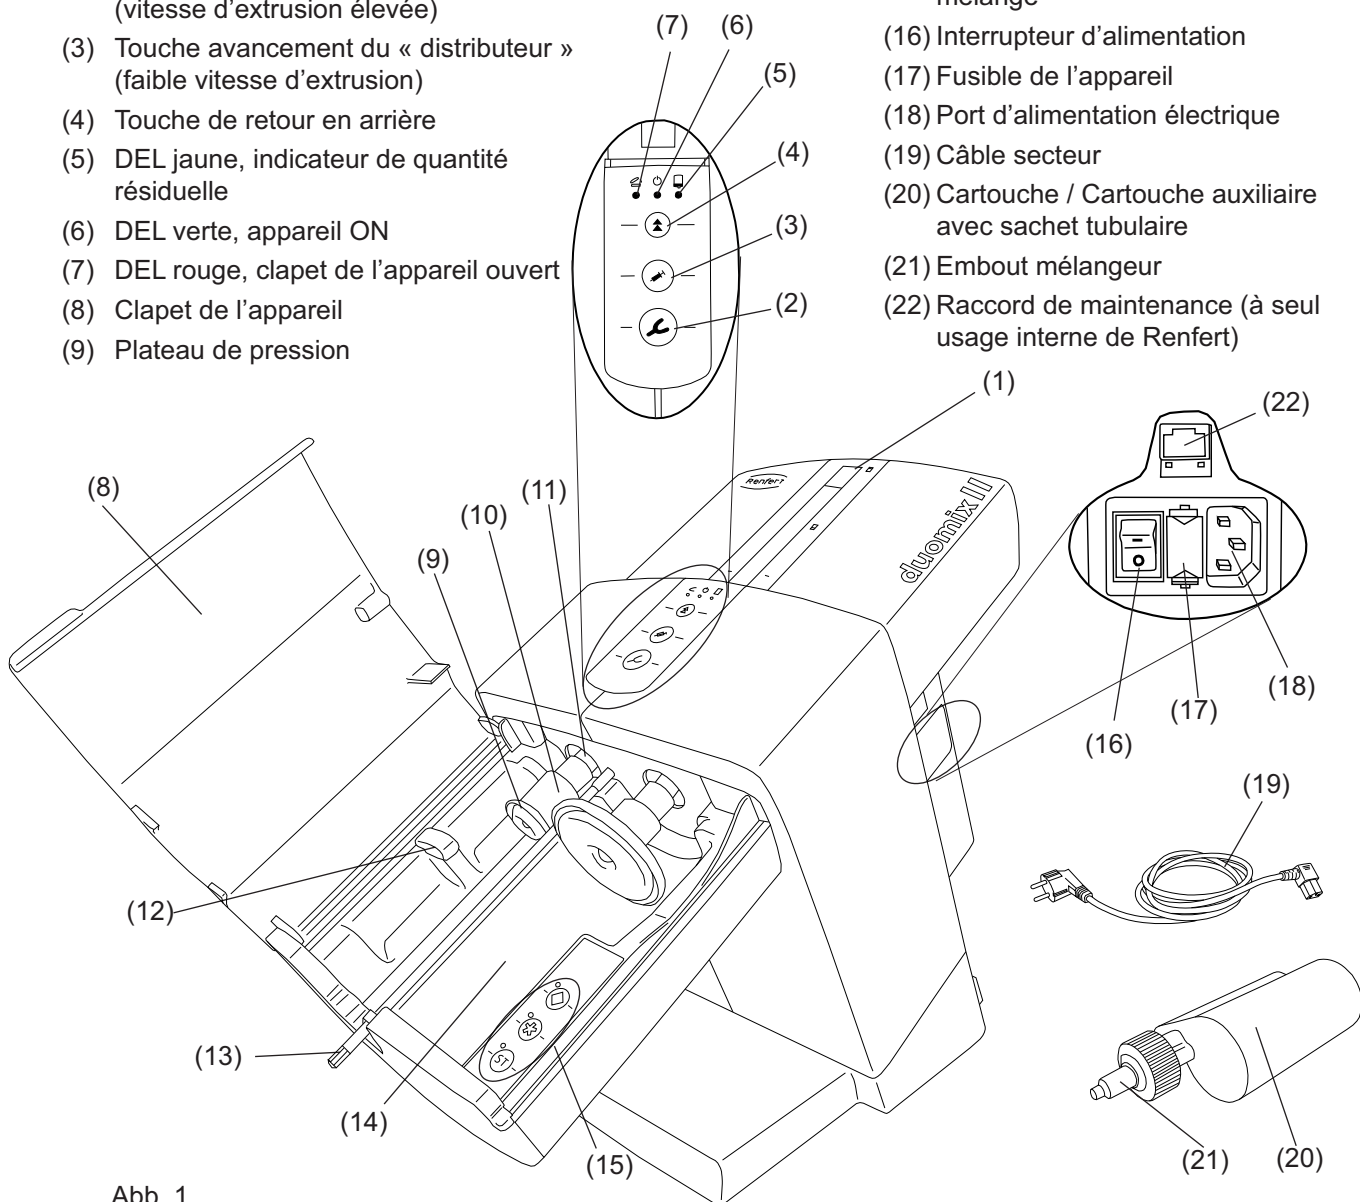

Abb. 1
Brancher le câble secteur livré (19, fig. 1) dans le port d'alimentation électrique (18).
- Appuyer sur la touche de retour en arrière (4).
- Les plateaux de pression (9, fig. 1) retournent en position initiale et s'arrêtent.
- Ouvrir le clapet de l'appareil (8, fig. 1).
- Retirer la sécurité de transport (23).
L'insertion ainsi que le remplacement d'une cartouche ne peut se faire que si les plateaux de pression (9, fig. 1) se trouvent en position initiale.
- Fermer le clapet de l'appareil (8, fig. 1).
- Insérer la cartouche (20) dans l'appareil. Veillez à ce que la cartouche se trouve sous le taquet d'arrêt (12). Appuyer sur la touche du programme de mélange (15), voir également le chapitre 5.1.1. Vous trouverez des indications relatives au programme de mélange sur la cartouche sous forme des symboles étoile ou carreau . Les masses de prise d'empreinte qui ne portent pas ces symboles doivent être traitées avec le programme .
- Le clapet de l'appareil ne peut être fermé que si la cartouche est correctement insérée. Tant que le clapet de l'appareil n'est pas fermé correctement, la DEL rouge « Clapet de l'appareil ouvert » reste allumée (7, fig. 1).